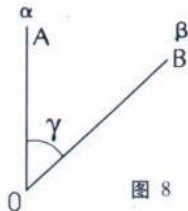

图 8
4.3.3 转动望远镜瞄准 B 点, 读取度盘刻度值, 则两者之差即为方位角 γ (如图 8)。